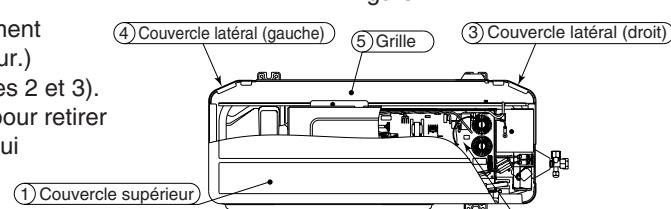

Figure 2
4. Retirer les pièces extérieures 1 à 9 et les pièces de l'appareil principal. (Voir les figures 2 et 3).